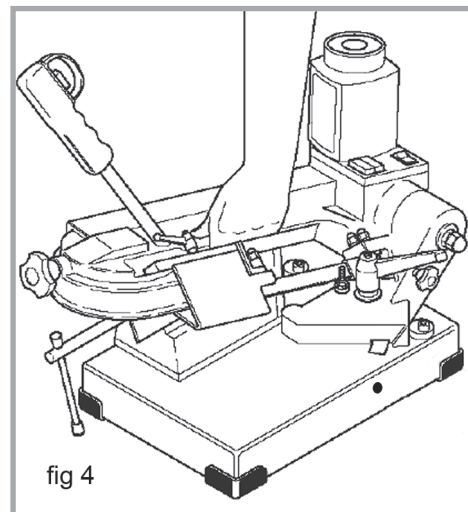

fig 4
- Soulevez la machine comme illustré (fig 4).